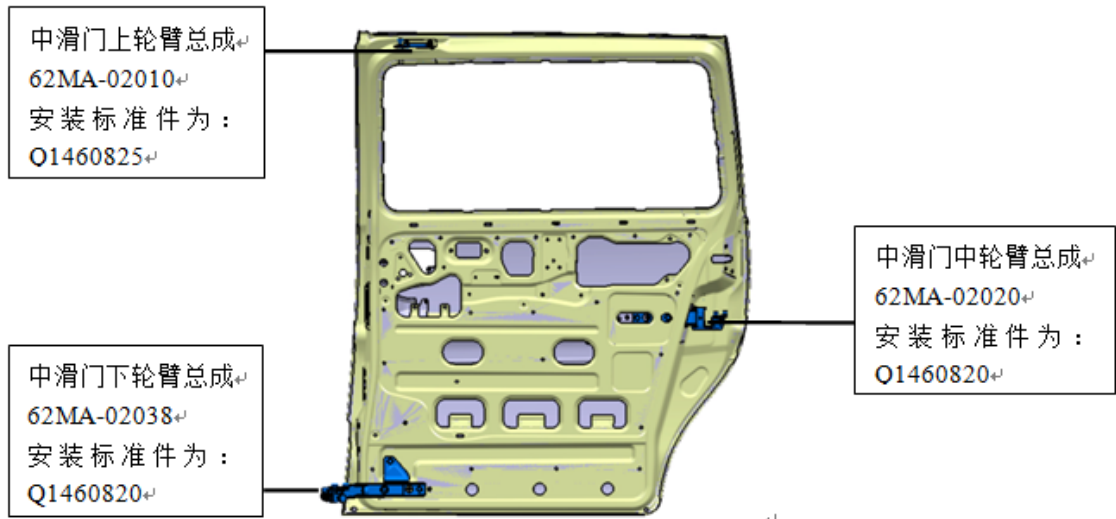

图 2
- 1)、将上、中、下三个滑轮臂装配到中滑门上（见图 2）；